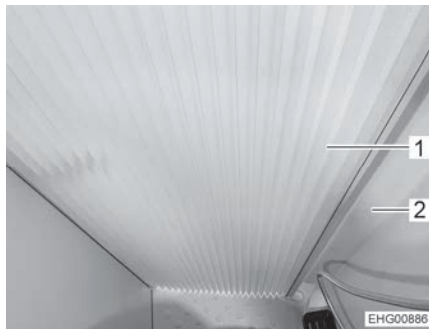

Fig. 158 Store plissé, fermé
- Fermer le store plissé (Fig. 158,1). Pour ce faire, tirer le store plissé en direction de la grande paroi pivotante (Fig. 158,2) jusqu'à ce que la fermeture magnétique maintienne le store en position.